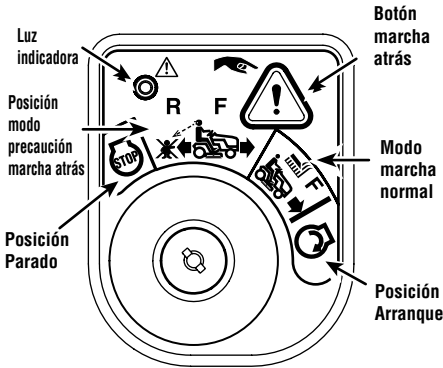

Figura 3-4
- 2. Gire la llave desde la posición MODO MARCHA NORMAL (verde) hasta la posición de MODO PRECAUCIÓN MARCHA ATRÁS (amarillo) del módulo del interruptor de contacto. Consulte la Figura 3-4.
- 3. Presione el BOTÓN MARCHA ATRÁS (botón triangular color naranja) en la esquina superior derecha del módulo del interruptor de contacto. La luz indicadora roja que está en el ángulo superior izquierdo del módulo del interruptor de contacto se mantendrá ENCENDIDA mientras está activada. Consulte la Figura 3-4.